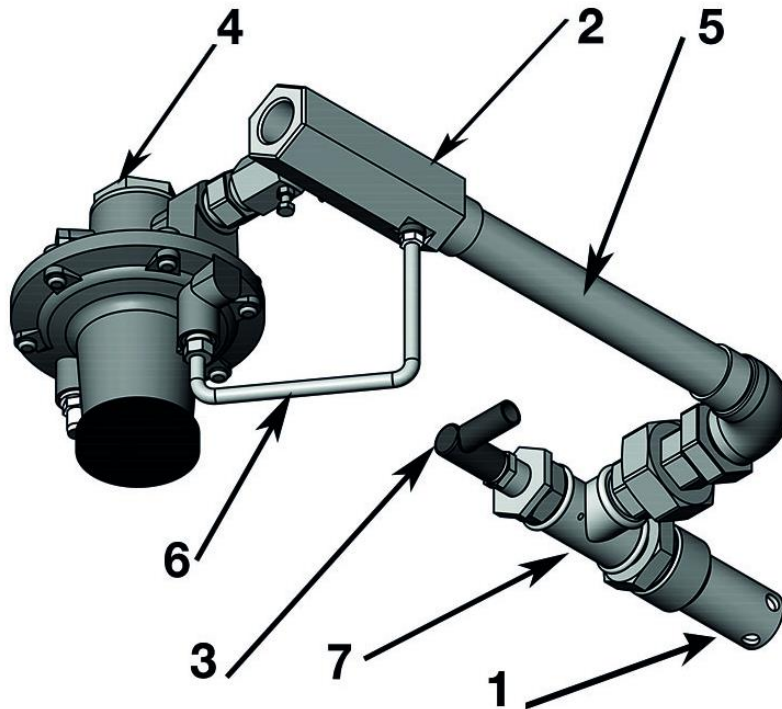

Рисунок 2 – Основные детали горелки ТЕРМОПИЛОТ 20
Обозначение основных деталей горелки ТЕРМОПИЛОТ представлено на рис. 2.
4.2.1 Убедиться, что заводская сборка горелки ТЕРМОПИЛОТ соответствует рис. 2 и рис. 6 настоящего Руководства. Комплект горелки состоит из регулятора соотношения газ-воздух, смесителя горелки, тройника и гибкого шланга.